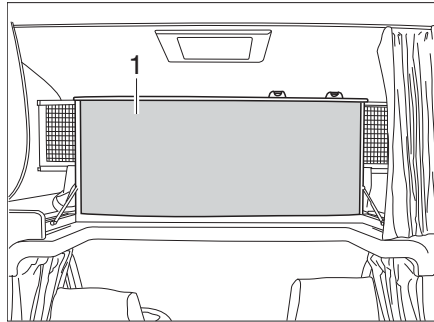

Bild 142 Alkovenbett, nach oben geklappt
- Alkovenbett (Bild 142,1) vorn nach oben klappen. Das Alkovenbett wird von Gasdruck-Federn in der oberen Stellung gehalten.